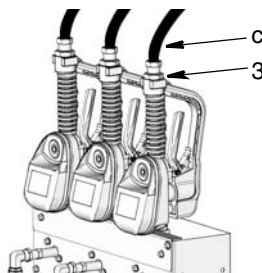

FIG. 17
2. Desconecte as tubulações de distribuição do produto (c) do acessório (3) (consultar FIG. 17).